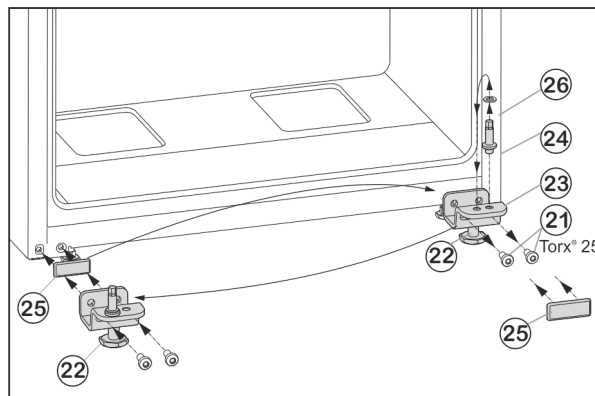

Fig. 9
- ▶ Tekerje le a rögzítőcsavarokat Fig. 9 (21).
- ▶ Vegye le a teljes alsó csapágybakot Fig. 9 (23) a csapszeggel Fig. 9 (24), az alátéttel Fig. 9 (26) és a beállító lábbal Fig. 9 (22).
- ▶ Csavarozza le a teljes csapágybakot Fig. 9 (24) az alátéttel Fig. 9 (26), helyezze át a csapágybak túloldali fellevő furatába, és csavarozza vissza.
- ▶ Óvatosan vegye le a fedőlemezt Fig. 9 (25), és helyezze át az ellenkező oldalra.
- ▶ Csavarozza vissza a teljes alsó csapágybakot Fig. 9 (23) a csapszeggel Fig. 9 (24), az alátéttel Fig. 9 (26) és a beállító lábbal Fig. 9 (22) a csuklópánt új oldalán **erősen (4 Nm-es nyomatékkal)**, adott esetben egy akkus csavarhúzóval.
- ▶ Az ajtót felülről helyezze Fig. 9 (24) a csapszetre.
- ▶ Tekerje ki az állítólabát Fig. 9 (22) az alsó csapágybakból Fig. 9 (23), míg hozzá nem ér a talajhoz.